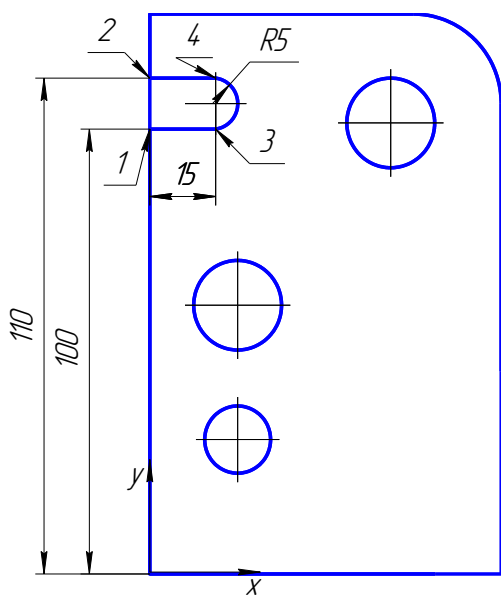

Рис. 3
7. Строим скругленный паз (рис. 3). Вызовите команду  **Отрезок**. На **Панели свойств** задайте начальную точку отрезка **т.1** $x = 0$, $y = 100$, введите длину отрезка 15, положение конечной **т.3** точки отрезка будет определено автоматически. Второй отрезок строим аналогично. Чтобы построить дугу по двум точкам 3 и 4, вызовите команду  **Дуга по 2 точкам**. Введите значения радиуса (или диаметра) в соответствующее поле **Панели свойств**. По умолчанию при вводе параметра дуги система ожидает ввода радиуса. При этом в группе **Параметр** активен переключатель **Радиус**. Задайте начальную **т.3** и конечную **т.4** точки дуги, указав их мышью.